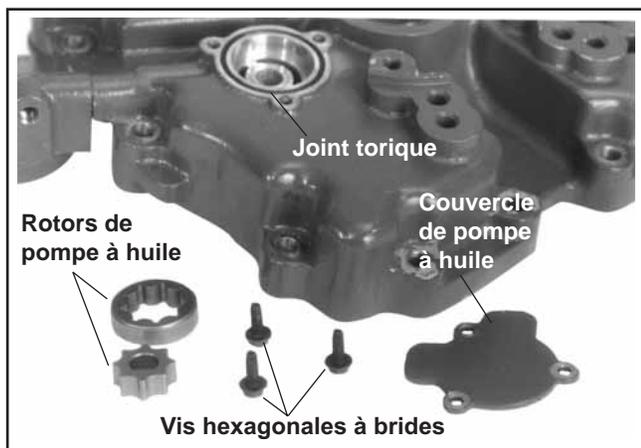

Figure 9-46. Dépose de la pompe à huile.
4. Retirer les trois vis hexagonales à brides, le couvercle de la pompe à huile, le joint torique et les rotors de la pompe à huile. Voir la figure 9-46.